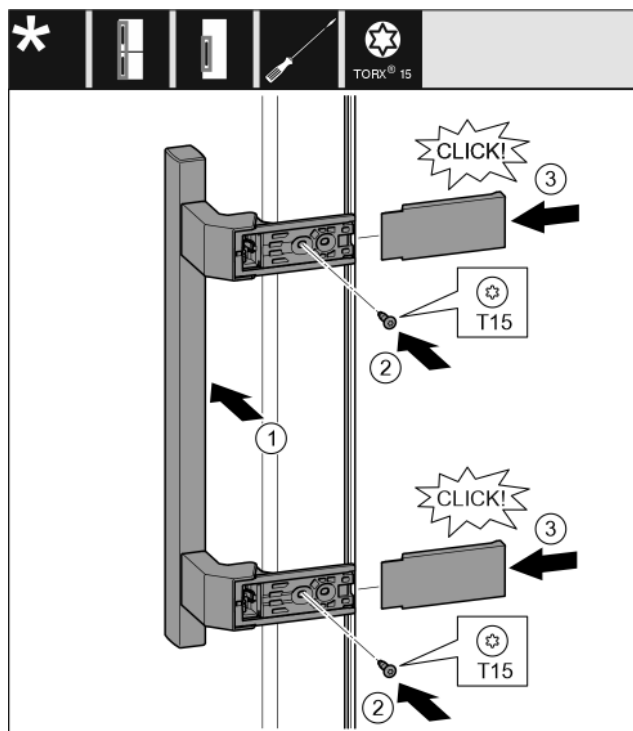

Fig. 15
- Установите ручку на противоположной стороне. Fig. 15 (1)
- Затяните винты отверткой T15. Fig. 15 (2)
- Установите крышки сбоку и надвиньте их. Fig. 15 (3)